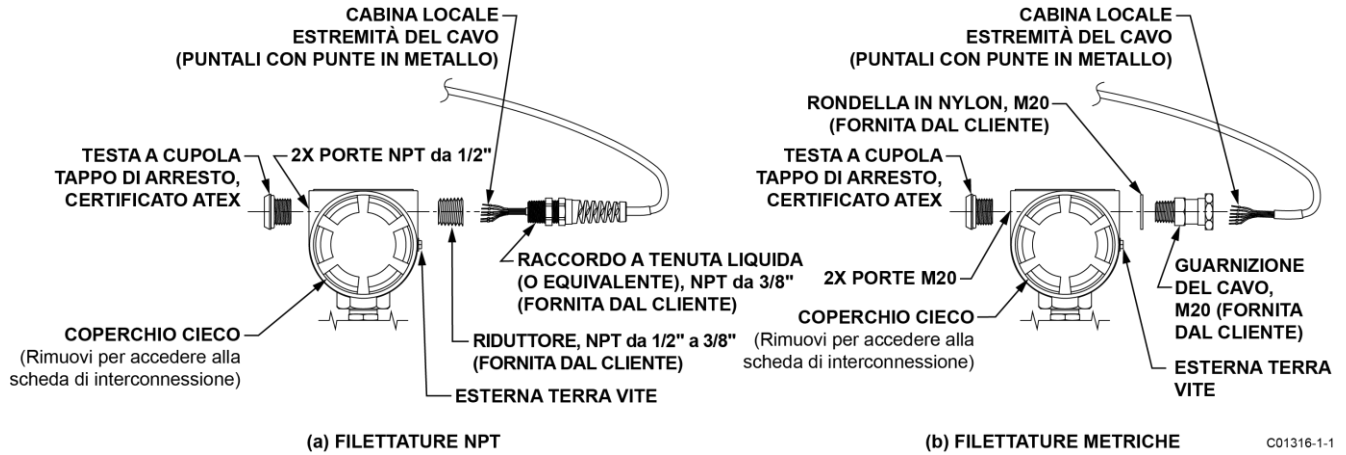
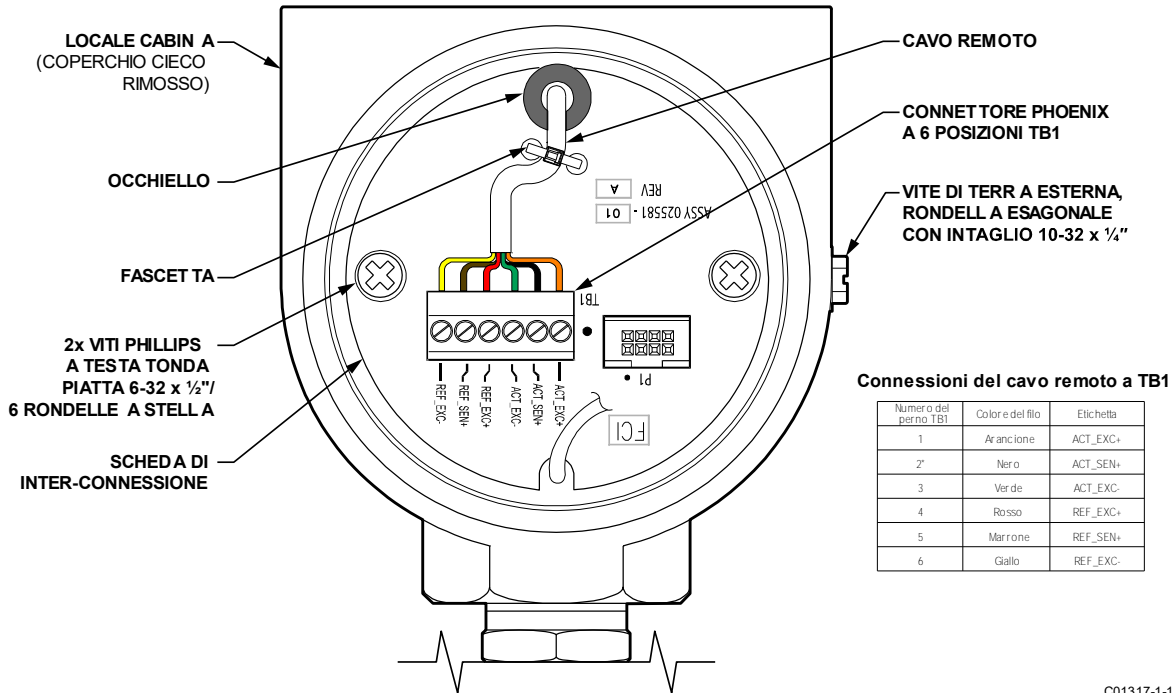

Figura 11 – Installazione remota del cavo, cabina locale
Figura 12 – Cablaggio del cavo remoto della cabina locale
Figura 11 di seguito mostra l'installazione del cavo remoto della cabina locale.
Figura 12 di seguito mostra il cablaggio del cavo remoto all'interno della cabina locale. Dopo aver installato la cabina locale nel tubo, seguire i seguenti passaggi per installare il cavo della cabina locale. Facciasi riferimento a Figura 11 e Figura 12 quando si seguono i passaggi.
1. Rimuovere il coperchio cieco della cabina locale che copre la scheda di interconnessione (notare l'orientamento della vite di terra esterna in Figura 12). Rimuovere il coperchio cieco come descritto nella Accesso ai terminali di connessione della scheda di interfaccia a pagina 18.
4. Installare il cavo remoto sulla cabina locale come mostrato in Figura 11. Per unità con porta NPT: utilizzare un riduttore di dimensioni appropriate in base al raccordo del cavo utilizzato e all'applicazione. Assicurarsi che la lunghezza del circuito di servizio del cavo sia adeguata prima di serrare il raccordo del cavo fornito dal cliente.
6. Collegare le punte del cavo al connettore Phoenix TB1 come mostrato in Figura 12. Dopo aver attaccato tutti le punte, stringere la fascetta per assicurare il cavo alla scheda (tagliare la lunghezza in eccesso della fascetta).